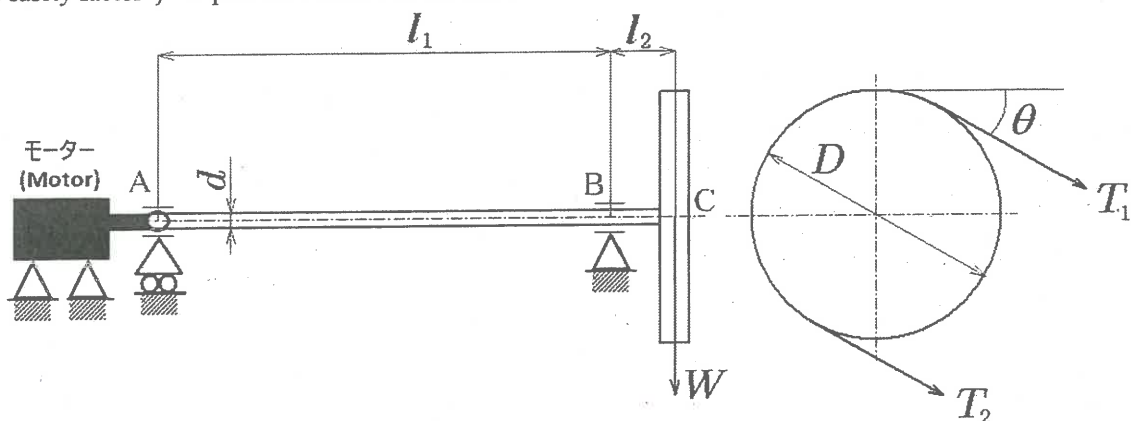

Fig. 2
Fig. 2 に示すような, ベルトに張力 T_1 と T_2 が作用する重さ W を持つ剛体のベルト車が右端 C で固定され, 2 つのベアリングで点 A と B が支持された軸を考える。なお, 軸の左端にはモーターを取り付け, 点 A おいて軸の長手方向回転のみを拘束する。また, 軸の断面は直径 d を持つ円形とし, ベルト車の直径を D , 軸受間の長さを l_1 , 右の軸受からベルト車の中心までの長さを l_2 , ベルトの傾き角を θ とする。以下の問いに答えよ。
- (2) Fig. 2 の側面図を考慮して, 軸とベルト車の中心に関するモーメントのつり合い式を記し, ねじりモーメント T を求めよ。
- (3) 軸の曲げモーメント線図を描き, 曲げモーメント M の最大値を求めよ。
- (4) 軸の Z_p と Z を d で表した上で, 式(i)より σ_1 と τ_1 を求めよ。
- (5) 降伏強度を σ_y , せん断降伏強度を τ_y , 安全率を f とし, 上記問いの結果を使用して, 軸が破損しない d の条件を求めよ。
Consider a shaft with a rigid belt pulley of weight W fixed to its right end C as shown in Fig. 2. Tensions T_1 and T_2 are acting on the belt, and the shaft is supported by two bearings at points A and B. A motor is attached to the left end of the shaft, and only the axial rotation of the shaft is constrained at the point A. The cross section of the shaft is a circle with diameter d , the diameter of the belt pulley is D , the length between the bearings is l_1 , the length from the right bearing to the center of the belt pulley is l_2 , and the inclination angle of the belt with respect to the horizontal plane is θ .
- (2) Considering the side view of Fig. 2, write the balance equation of the moment about the center of the shaft and the belt pulley, and calculate the torsional moment T .
- (3) Draw the bending moment diagram of the shaft and find the maximum value M_{max} of the bending moment.
- (4) Express Z_p and Z of the shaft in terms of d , and then find σ_1 and τ_1 by using Eq. (i).
- (5) Find the conditions on d by using the results of the above problems as well as the yield strength σ_y , the shear yield strength τ_y , and the safety factor f to prevent a failure in the shaft.